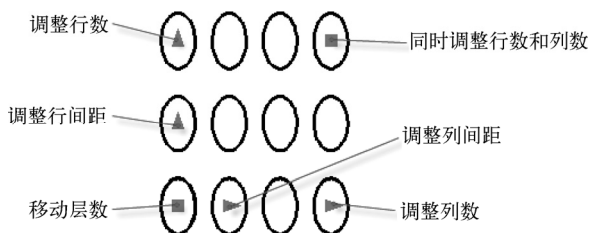

图 4-31 使用夹点调整阵列参数
- ❶ 在功能区“默认”选项卡的“修改”面板中单击“矩形阵列”按钮 .
- ❷ 选择要阵列的对象，并按〈Enter〉键。此时在图形窗口中显示默认的矩形阵列。
- ❸ 在阵列预览中，拖动相应的夹点以调整间距以及行数和列数，如图 4-31 所示。还可以在“阵列创建”上下文选项卡中修改相关的值。